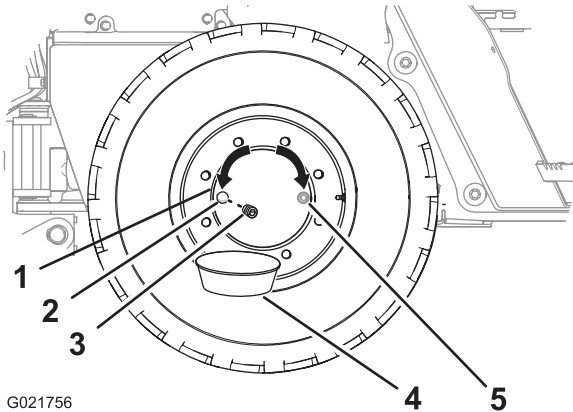

Figure 65
2. Faites avancer ou reculer la machine jusqu'à ce que le bouchon du moyeu de roue soit à la position 3 heures ou 9 heures (Figure 65).
4. Placez un bac de vidange sous l'orifice de vidange du moyeu de roue (Figure 65).
5. Retirez le bouchon du moyeu de roue (Figure 65).
6. Vérifiez que le niveau d'huile atteint le bas des filets de l'orifice d'huile (Figure 65).
8. Remettez le bouchon dans l'orifice d'huile du moyeu de roue (Figure 65).